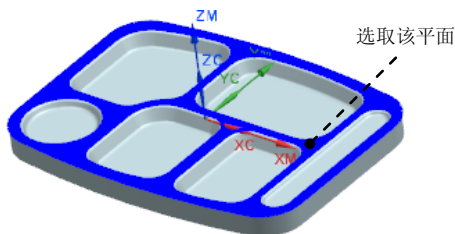
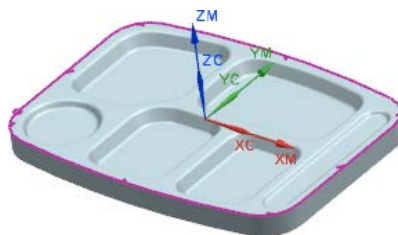

图 1.12 选取面
图 1.13 部件边界
Step2. 在“修剪边界”对话框的 **面选择** 区域中选中 ☒ **忽略孔** 复选框，在 **修剪侧** 区域中选中 ☒ **外部** 单选项，然后在绘图区域选取图 1.12 所示的面，系统自动生成图 1.13 所示的边界。